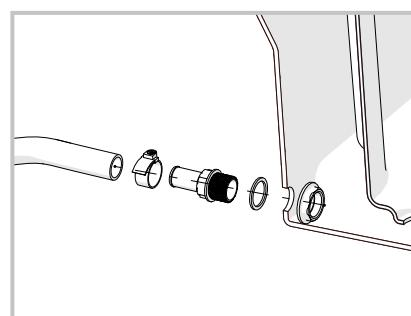

Рис. 3. Установка патрубка
- 11) Извлеките накопитель (поз.4) и установите снаружи штуцер шланга (поз.12) и уплотнительное кольцо (поз.16) в отверстие в нижней части корпуса согласно схеме сборки (рис.3).
- 12) Изнутри закрутите гайку (поз.14) (рис.3).